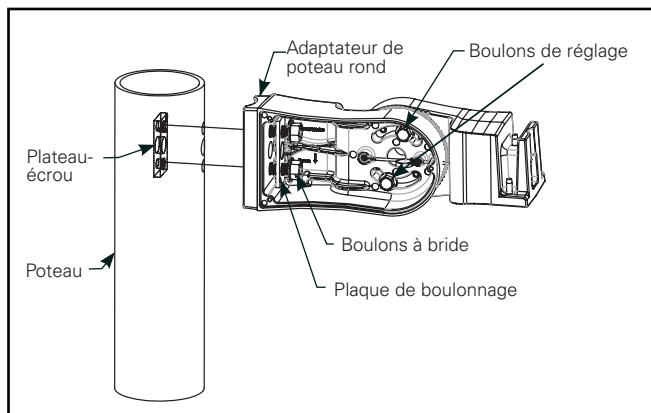

Figure 2.
2. Installez le bras sur le poteau. Alignez le plateau-écrou à l'intérieur du poteau à l'aide de l'adaptateur de poteau rond (si nécessaire), du bras de montage et de la plaque de boulonnage, dans cet ordre, à l'extérieur du poteau. Insérez les deux boulons à bride dans l'ensemble et serrez à la main dans le plateau-écrou. (figure 2).
4. Desserrez les deux boulons de réglage à l'intérieur du bras dans les fentes. Ne retirez pas complètement les boulons. Réglez le bras à la position souhaitée et resserrez les boulons de réglage à 27 Nm (20 pi-lb). (figure 2).